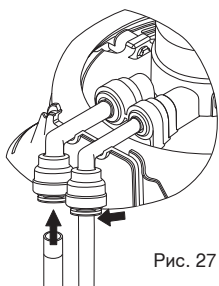

Рис. 27
5. Вставьте ЗЕЛЁНУЮ и СИНЮЮ трубки, подсоединённые к крану, в их соответствующие места в держателе (рис. 27).